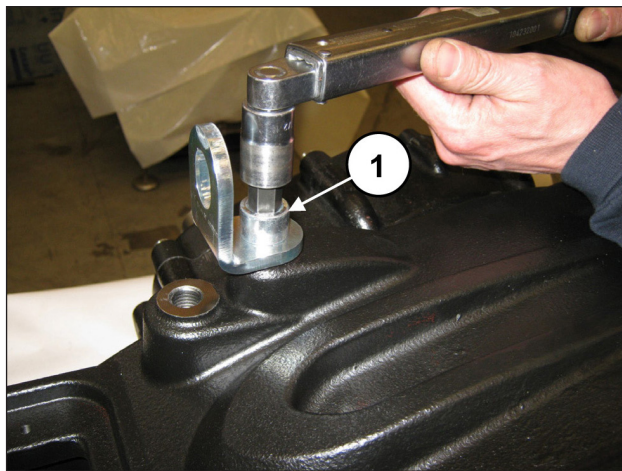

图 95
安装塞子和吊装支架，可使用专用螺丝 M16x30（位置①，图 95）。